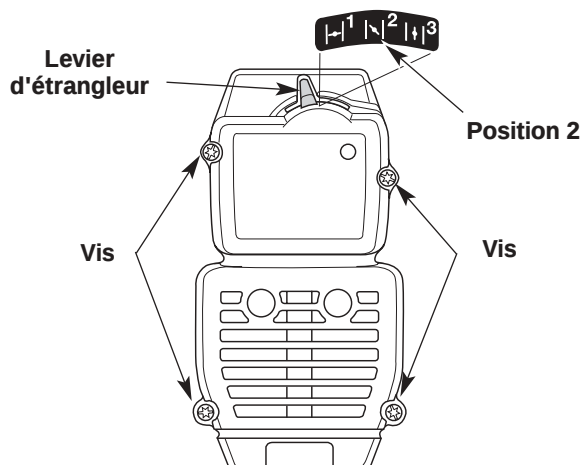

Fig. 13
REMARQUE : pour enlever le filtre à air/couvercle du silencieux, le levier d'étrangleur doit être en Position 2 (Fig. 13).
2. Retirez les quatre vis retenant le filtre à air/couvercle du silencieux (Fig. 13). Servez-vous d'un tournevis à lame plate ou à mèche no. 20 Torx.
REMARQUE : pour installer le filtre à air/couvercle du silencieux, le levier d'étrangleur doit être en Position 2 (Fig. 13).